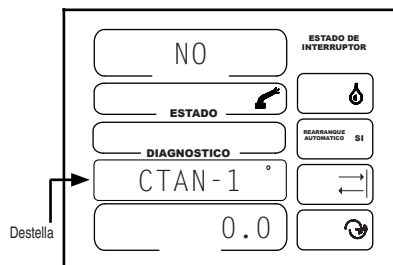

Figura 30-1
- Si el sector nunca se programó entonces el ángulo de desactivación comenzará con la misma posición que el ángulo de activación ajustado en el paso 3. Vea la Figura 30-1.